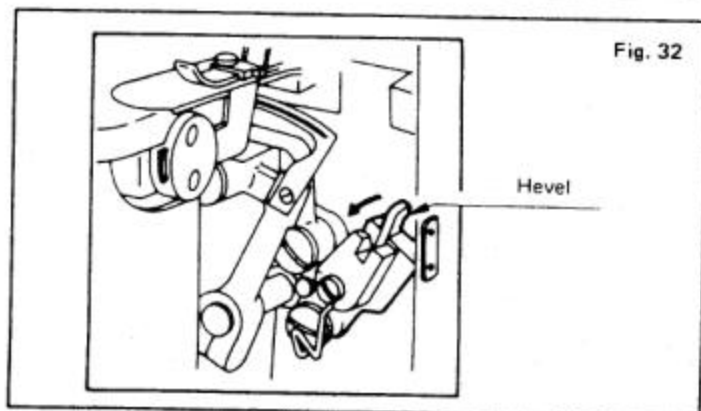

Fig. 32
3. Het handwiel draaien totdat de naald in de diepste stand staat en de inschakelhefboom naar beneden klappen waardoor deze in de uitsparing valt. Zie fig. 32. Nu wordt de omslingergrijper weer aangedreven.